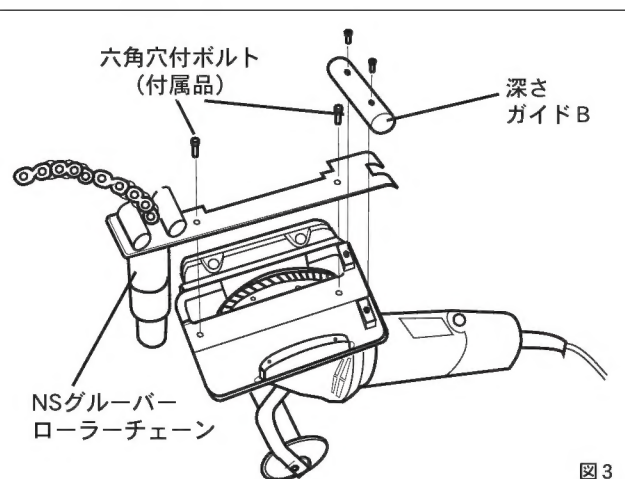

図 3
### NSグルーバー溝切機 (NSG-105) への取付け (図 3)
- ①NSグルーバー溝切機の深さガイド B を取り外してください。
- ②NSグルーバーローラーチェーンを図 3 の位置に取付け、付属の 2 本の六角穴付きボルトでしっかりと固定してください。
- ③深さガイド B を再度もとの位置に取付けてください。